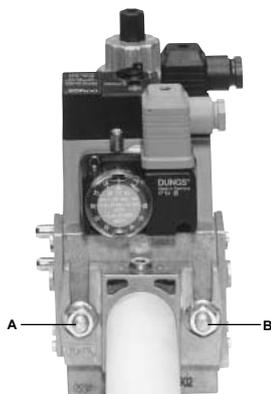

Fig. 6
- 3. apretar los tornillos A, B, C y D (Fig. 6 - Fig. 7), respetando las posiciones de montaje (Fig. 9);